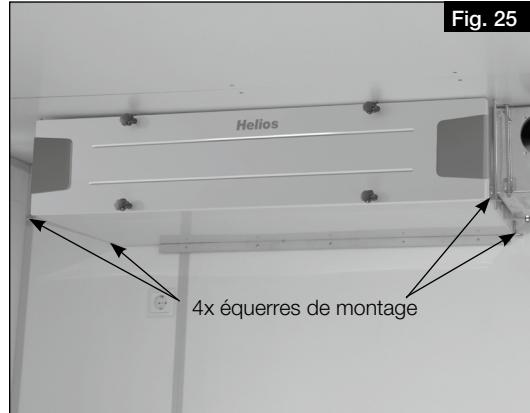
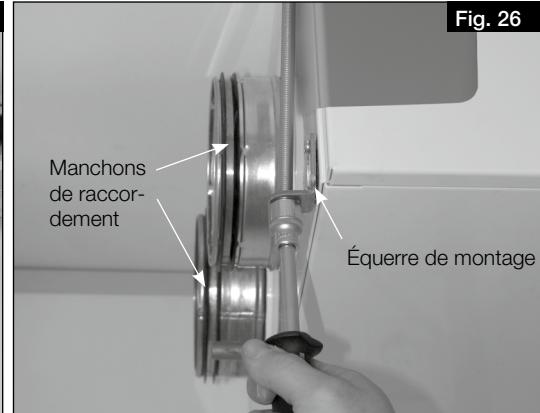

Fig. 25
Fig. 26
2. Fixer l'équerre de montage avec des amortisseurs de vibrations (4x ; inclus dans la livraison) aux parois inférieures avec des vis (voir Fig. 25 et Fig. 26).
3. Fixer l'unité au plafond à l'aide de tiges filetées M8 (voir Fig. 26).